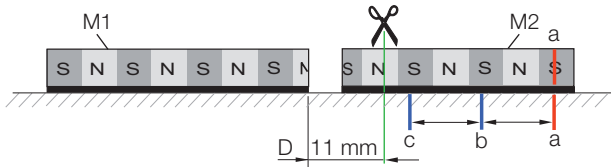

Fig. 4-12: Taglio a 11 mm
7. Tagliare il corpo di misura M2 in modo che la distanza D tra i due corpi di misura corrisponda a 11 o 21 mm (larghezza 1 coppia poli + 1 mm per il posizionamento fine). Lo spazio tra le due estremità del corpo di misura definisce il punto di taglio (Fig. 4-12).